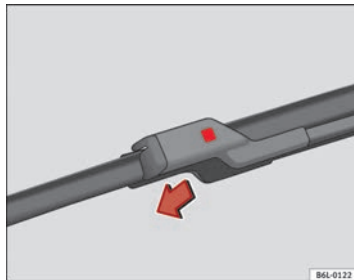

Abb. 129 Auswechseln der Scheibenwischerblätter
- Drücken Sie den Sicherheitsknopf ein ⇒ Abb. 129.